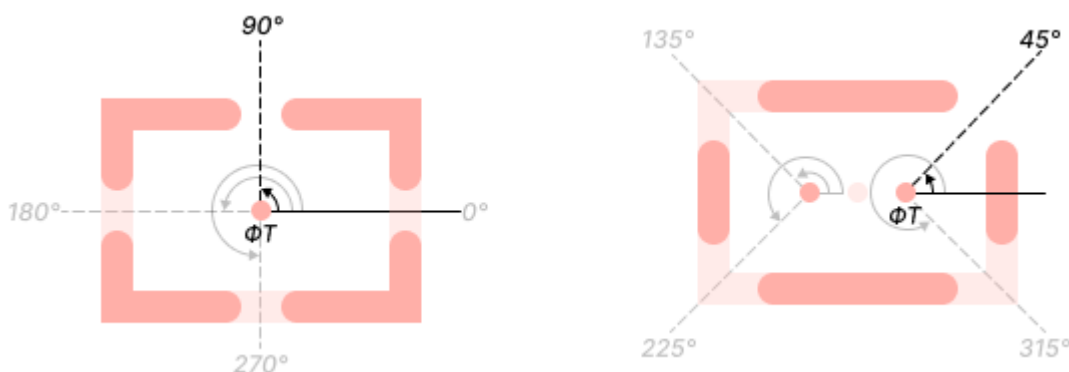

Рис. 217 Построение спиц термобарьера
- Угол наклона спицы – значение угла, под которым строится первая спица, относительно оси X против часовой стрелки. Значение может быть задано в диапазоне 0 – 359° с шагом 1° , см. Рис. 217.